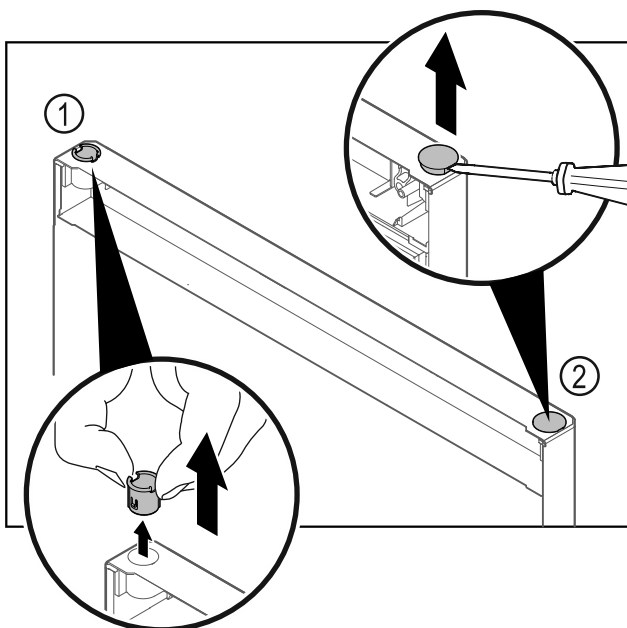

Fig. 29
- Extraer el casquillo de bisagra Fig. 29 (1) con los dedos.
- Levantar cuidadosamente el tapón Fig. 29 (2) con un destornillador para tornillos de cabeza ranurada y extraerlo.